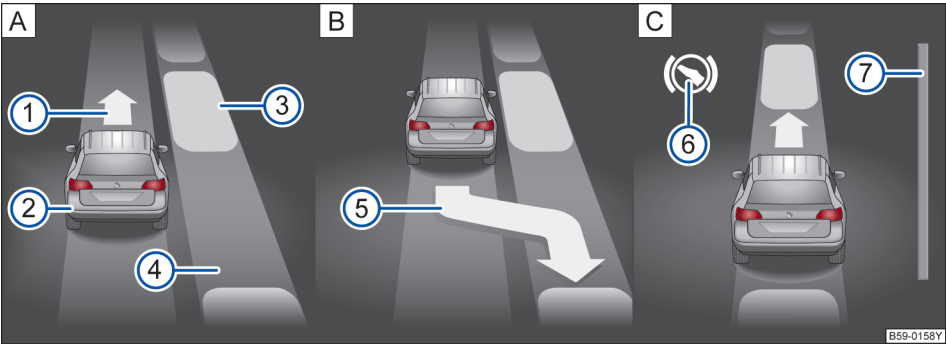
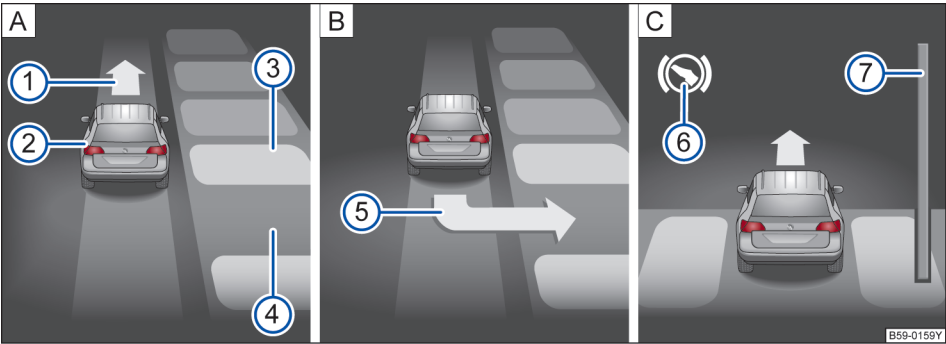

图 166 组合仪表显示器上：与路面平行泊车。A寻找停车位，B泊车的位置，C调车。
图 167 组合仪表显示器上：与路面垂直泊车。A寻找停车位，B泊车的位置，C调车。
→ 图 166 或→ 图 167 的图例：
在组合仪表的显示器中，进度条显示→图 166 ⑦ 或→图 167 ⑦ 以符号方式呈现出待行驶的相对距离。距离越长，进度条上的填满状态越大。向前行驶时，进度条的填满部分往上递减，倒车行驶时，进度条的填满部分往下递减。
| 2.       | 注意组合仪表显示器中的显示，是否检测到「合适的」停车位或横向停车位，是否到达 正确的泊车位置→图 166 B 或→图 167 B 。仅当在组合仪表的显示器中显示出泊车的要求⑤，才表示检测到「合适的」停车位或横向停车位。                        |
| 6.       | 倒车行驶直到泊车雷达系统发出持续音讯号。或：倒车行驶，直到组合仪表显示器上出现向前行驶要求→图 166 A ① 或→图 167 A ① 。或：直到组合仪表显示器中显示讯息： 泊车转向辅助结束。进度条⑦ 表示待行驶距离→第 163 页。 |
| 9.       | 向前行驶直到泊车雷达系统发出持续音讯号。或：向前行驶，直到在组合仪表的显示器中出现倒车的要求。智能泊车辅助系统控制汽车前进或倒车，直到汽车笔直停在停车位或横向停车位中为止→图 166 C 或→图 167 C 。                        |